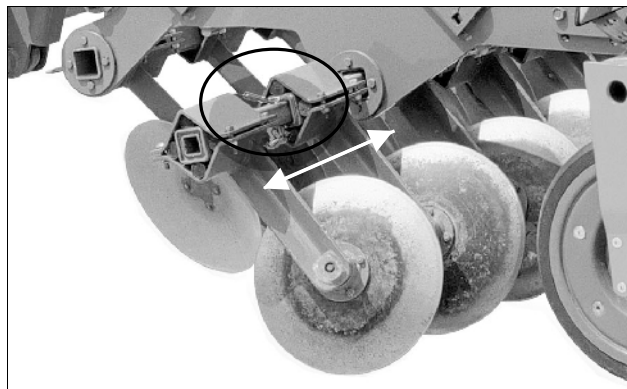

Fig. 31
- Randtallerkner (**Fig. 31**) sættes i arbejdsstilling:
- Randtallerknerne (**Fig. 31**) sættes i arbejdsstilling: